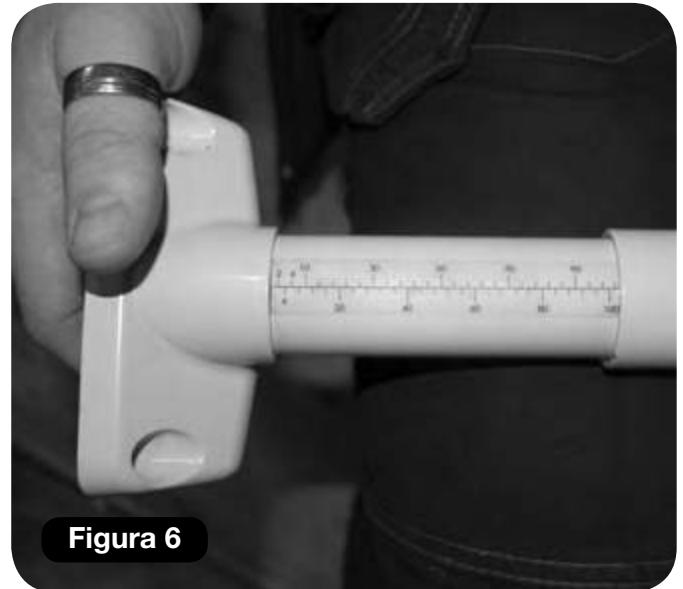

Figura 6
- 2 Fijar la última sección antes de la primera junta a la altura correcta (**Figura 6**). Apriete el perno de bloqueo a 45Nm (**Figura 7**).